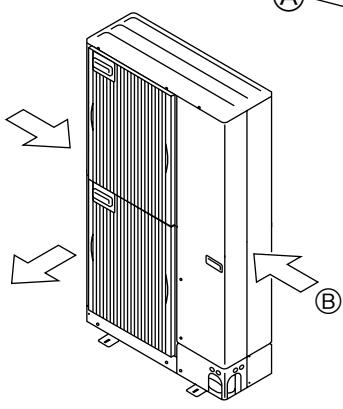

Fig. 2-5
- Cihazın konumunu, mümkünse, hava çıkışından gelen havanın, mevsimsel rüzgarlarının yönüne dik gelmesini sağlayacak şekilde seçin. (Fig. 2-5)